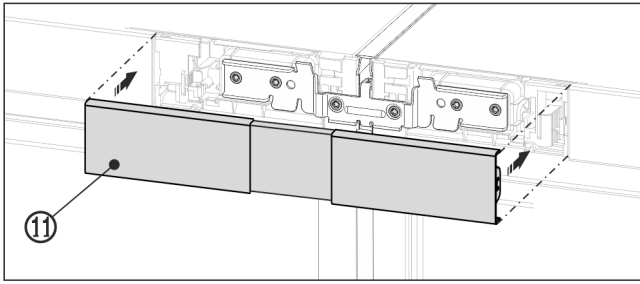

Fig. 23 Przykładowa prezentacja
- ▶ Zaczepić górną pokrywę Fig. 23 (11) na jeszcze otwartej wnęce między obiema blendami paneli obsługi. Zwrócić uwagę na to, aby ścianki zewnętrzne pokrywy przylegały na jednym poziomie do blend paneli obsługi.